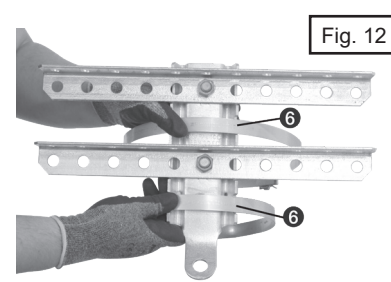

Fig. 12
- b) Mettre en place les deux bandes de feuillard inox 20x0.7 mm, de longueur adéquate, dans les deux encoches dédiées ❹ comme montrées sur la photo (Fig. 12). Selon le contexte spécifique du projet, il est possible de réaliser chaque cerclage avec un simple ou un double tour de feuillard autour du poteau.
- b) Place the two stainless steel straps 20x0.7 mm, of suitable length, in the two dedicated notches ❹ as shown in the photo (Fig. 12). Depending on the specific context of the project, it is possible to make each strapping with a single or double turn of strapping around the pole.